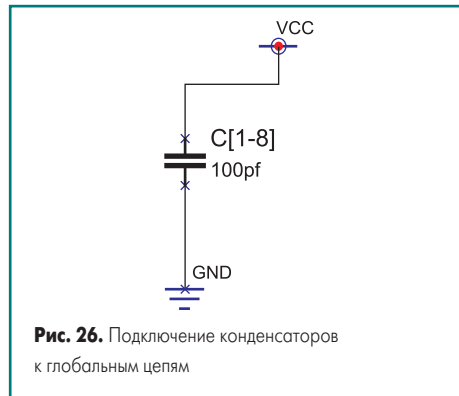

Рис. 26. Подключение конденсаторов к глобальным цепям
всего выполнить это с помощью портов глобальных сигналов, что позволяет значительно сократить число связей на схеме (рис. 26).
3. Переместим порт VCC в позицию чуть выше и правее конденсатора, как показано на рис. 26, и выполним щелчок левой кнопкой мыши.